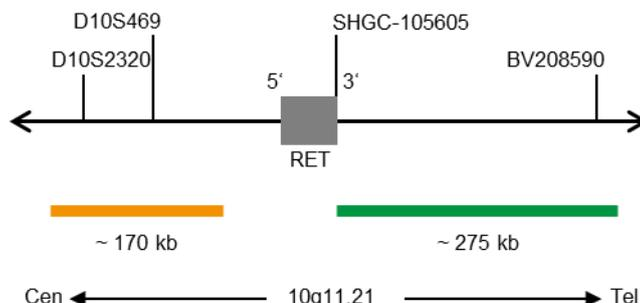

Fig. 1 : Carte de la sonde SPEC RET (pas à l'échelle)
- Polynucléotides marqués au ZyGreen (excitation 503 nm/émission 528 nm) (~10 ng/ $\mu$ l), qui ciblent des séquences cartographiées en 10q11.21\* (chr10:43,626,274-43,902,346) distales par rapport à la région du point de rupture RET (voir figure 1).
- Polynucléotides marqués au ZyOrange (excitation 547 nm/émission 572 nm) (~4,5 ng/ $\mu$ l), qui ciblent des séquences cartographiées en 10q11.21\* (chr10:43,340,888-43,510,171) à proximité de la région du point de rupture RET (voir figure 1).